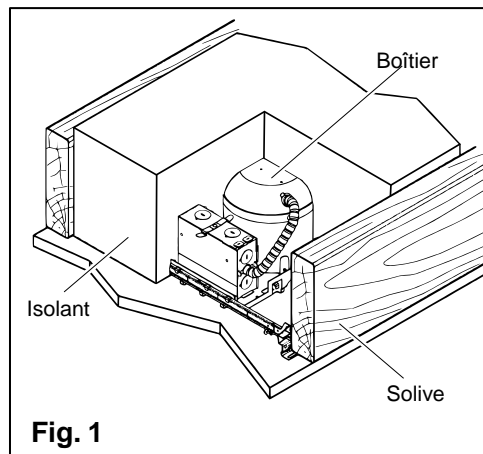

Fig. 1
**À NOTER :** Ce luminaire est conçu pour les plafonds isolés. Il peut entrer en contact direct avec l'isolant thermique. Il peut être entièrement recouvert d'isolant thermique, tel qu'illustré ci-dessous. De plus, toute partie du luminaire peut entrer en contact direct avec un matériau combustible, telle une solive de plafond ou du bois de plancher. (FIG. 1)